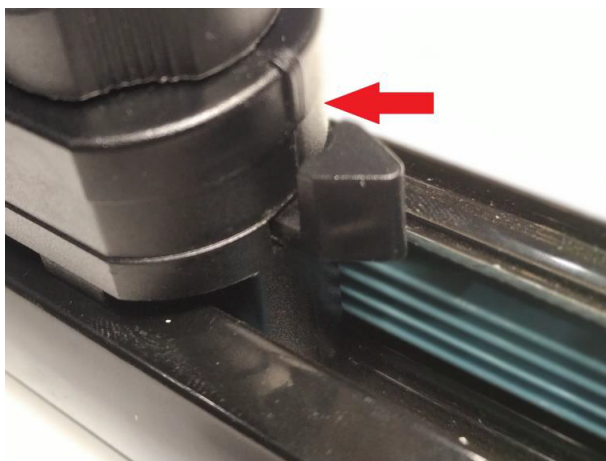

Рис. 5
2.2. Адаптер светильника устанавливается в паз шинпровода соответствующей стороной (рис. 5).